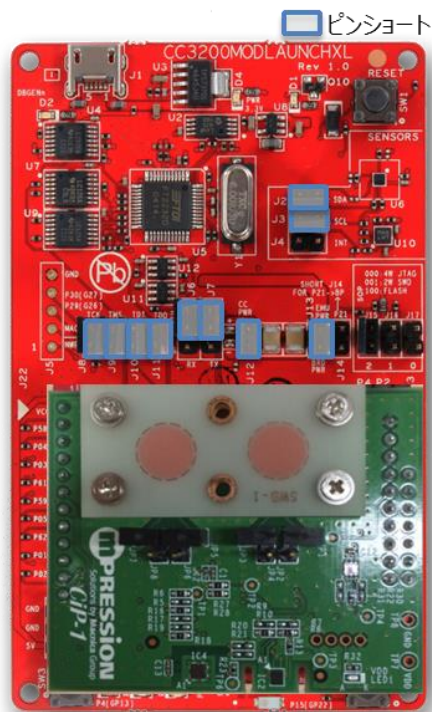

図 10 書き込みプログラム実行時の CC3200MOD LP ジャンパ設定
1. 本ボードを接続の上、CC3200MOD LP のジャンパの設定を図 10 のように変更し、PC と接続する